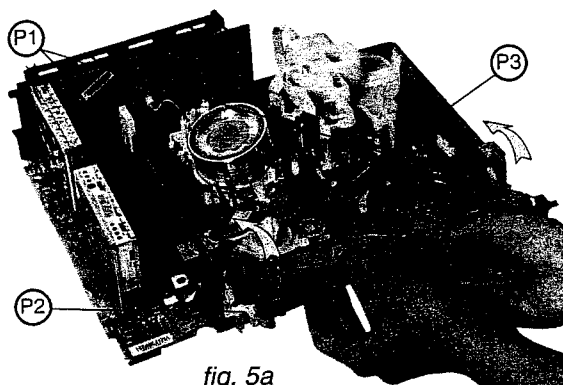

fig. 5a
#### WIEDEREINBAUEN: (Abb. 5a, 5b, 5c und 7)
- Die vorderen Ansätze des Kassettenträgers wie in Abb. 5a dargestellt einsetzen.